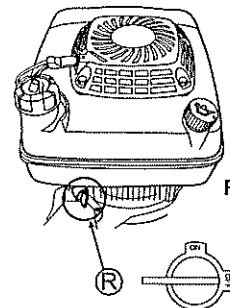

Fig. 14.
- 3 Placez le Robinet de carburant (R) sur "OFF" (ARRÊT). (Voir Fig. 14.)